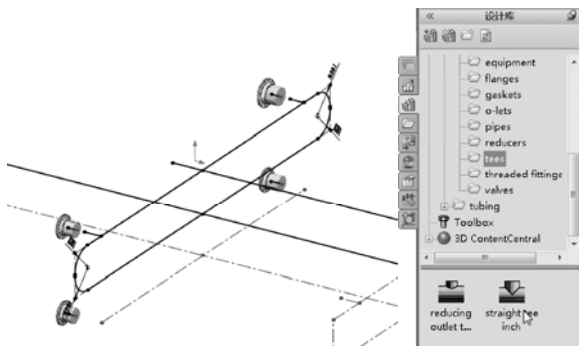
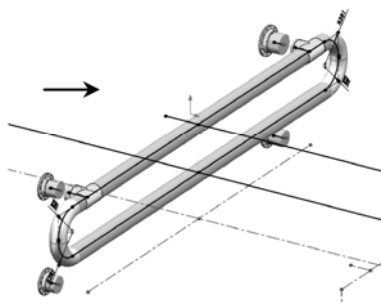

图 6-34 绘制竖向圈线和与其相连线效果
图 6-35 拖放三通效果
STEP 4 单击“管道设计”工具栏中的“编辑线路”按钮，重新进入线路编辑状态，然后沿**STEP 3**绘制的辅助线首先绘制竖向一圈线和与其相连的线（如图 6-34 所示，圆角会自动生成），然后拖动“设计库”中的“straight tee inch”文件（三通）到所绘线的三通位置处，进行布线，如图 6-35 所示。